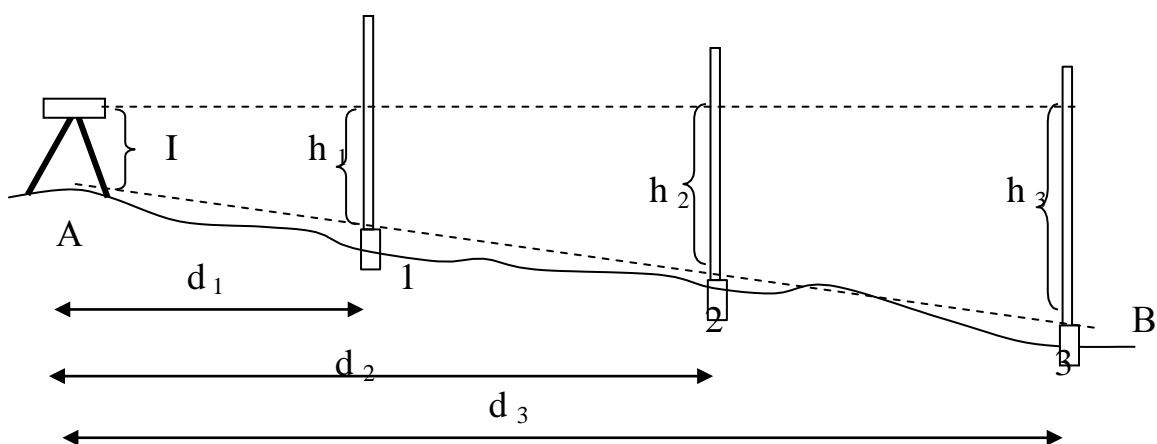

Рис. 21. Схема перенесения на местность линии заданного уклона
- 1) установить нивелир в рабочее положение над начальной точкой линии(рис. 21);
По трассе прокладывается нивелирный ход (рис. 21). Расстояние от нивелира до реек (плечо) при техническом нивелировании допускается до 120 м, неравенство плеч на станции не должно превышать 10 м. *Ренер* (Рп) – исходная точка, высота которой известна. Точки ПК0 и ПК2, через которые происходит последовательная передача высот, являются *связующими точками*. Их отметки вычисляются через превышения. Точки ПК1, ПК3, ПК3+80 – *промежуточные точки*, их отметки вычисляют через горизонт прибора ГП. *Горизонт прибора* – это отметка визирной оси зрительной трубы. На станции точка считается *задней*, если ее отметка известна или может быть вычислена, *передняя* точка – это точка определяемая.